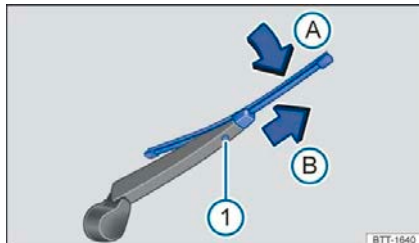

Рисунок 115 Замена щетки стеклоочистителя заднего стекла.
– Нажмите и удерживайте кнопку фиксатора → рис. 115 1.
– Отстегните щетку стеклоочистителя с рычага стеклоочистителя в направлении → рис. 115 (стрелка A) и одновременно вытяните щетку стеклоочистителя в направлении стрелки 1. Для вытягивания щеток стеклоочистителя может потребоваться некоторое усилие.
– Вставьте новую щетку стеклоочистителя такой же длины и конструкции в рычаг стеклоочистителя против направления стрелки → рис. 115 2 до фиксации. Теперь щетка стеклоочистителя должна находиться в открытом положении → рис. 115 (стрелка A).